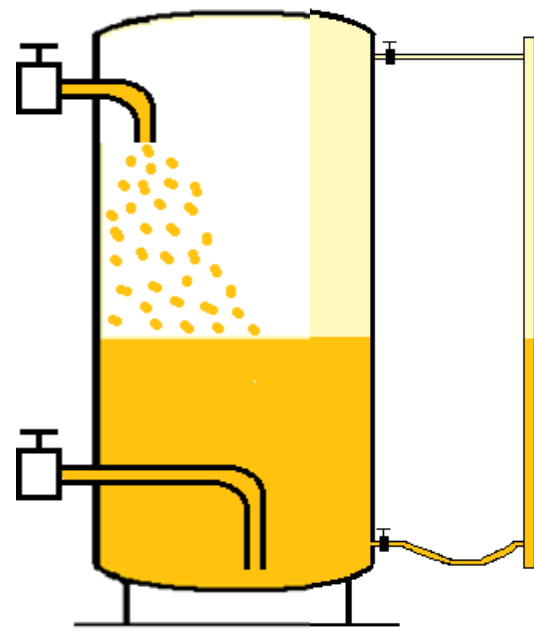

Figure 5
- Flexibles incurvés vers le haut non autorisé (Fig. 5)